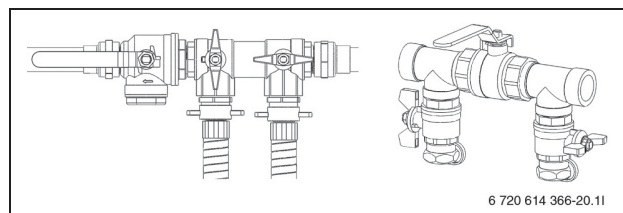

Bild 28 Påfyllnadssatser i tryckhöjningsläge
- När urluftningen är klar ska kretsen trycksätts. Vrid ventilerna på påfyllnadssatsen till tryckhöjningsläge och trycksätt kretsen till 2,5 - 3 bar (→ Bild 28).